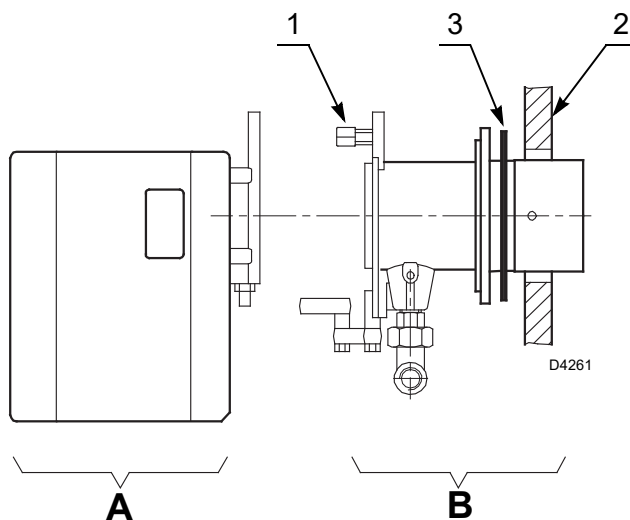

Abb. 10
- Den Flammkopf vom Brenner ausbauen, dazu die Mutter 1) abnehmen und die Gruppe A) herausziehen (Abb. 10).
- Die Gruppe B)(Abb. 10) an die Heizkesselplatte 2) befestigen und die beiliegende Isolierdichtung 3) einfügen.